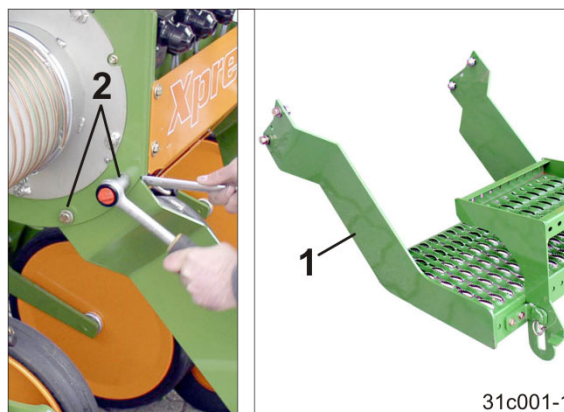

Рис. 8
2. Снять погрузочные площадки (Рис. 8/1).
- 2.1 Каждая погрузочная площадка закреплена 4 винтами (Рис. 8/2).
6. Установите погрузочную площадку (Рис. 8).